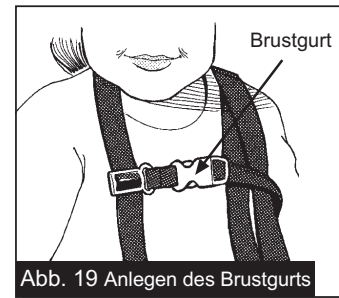

Abb. 19 Anlegen des Brustgurts
- 9 **Rückhaltesystem:** Legen Sie je einen Riemen über beide Schultern und befestigen Sie die Schnalle am unteren Gurt indem sie sie zusammenstecken. (Abbildung 17). Stellen Sie die Schultergurte so ein, dass sie eng anliegen (Abbildung 18). Legen Sie den Brustgurt an (rot), siehe Abbildung 19. Warnung: Schnallen Sie Ihr Kind im Jogger immer an! Unangeschnallte Passagiere können die Kontrolle und Stabilität des Joggers beeinträchtigen. Höchstbelastung: 32 kg.